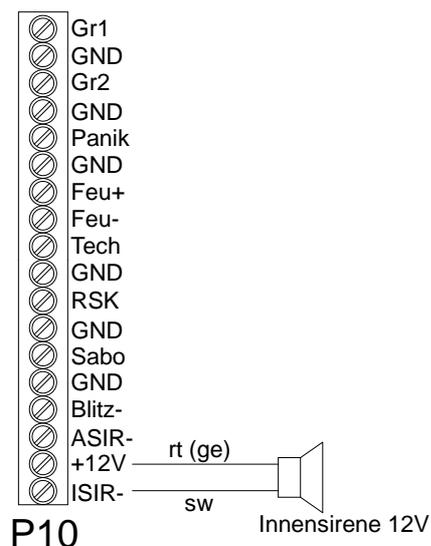

Bild 38: Anschluss der Innensirene an die Funk-Alarmzentrale/VdS
6. Verdrahten Sie die Innensirene wie nachfolgend beschrieben (siehe hierzu auch Bild 38 und 39).